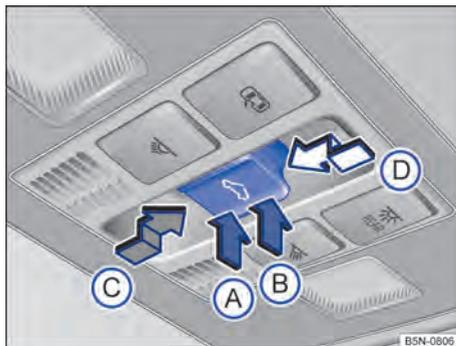

Fig. 69 No revestimento do teto: botão do teto de vidro.
- Execução manual: pressionar o botão → Fig. 69 (B) até o primeiro nível.
- Curso automático: pressionar o botão (B) até o segundo nível.